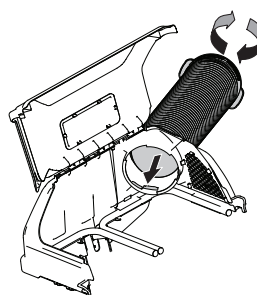

Figure 23
1. Vissez la partie supérieure du tube dans le support supérieur de la goulotte. Il y a trois arrêts à l'intérieur de la partie inférieure du support qui servent à fixer le tube. Voir Figure 23.